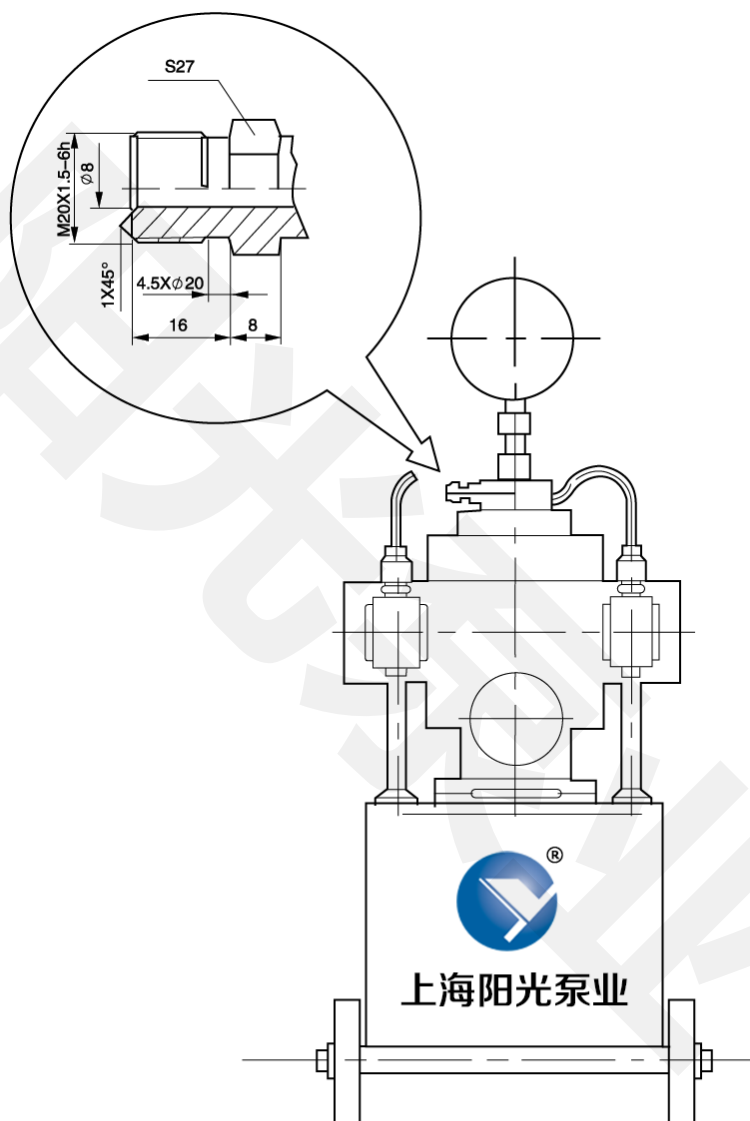

图2 试压泵的连接尺寸
3. 在泵的集水器中心线上，装有通往被测系统的工作接头（有关尺寸见图2）请用户按照此尺寸安装连接管路。